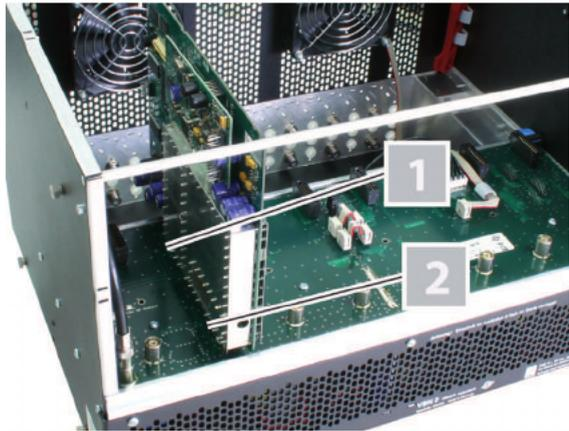

Bild 4: Einbauzustand der Steckkarte
Bild 4 zeigt die Steckkarte im Einbauzustand.
1. Stecken Sie den IEC Stecker [1] und die Stiftleiste [2] (siehe links) in einen der Steckplätze im Basisgerät, so wie es in Bild 4 zu sehen ist. Die Aufnahme für eine Steckkarte im Basisgerät besteht jeweils aus dem passenden Gegenstück der Anschlüsse an der Karte (also IEC Buchse und Federleiste).